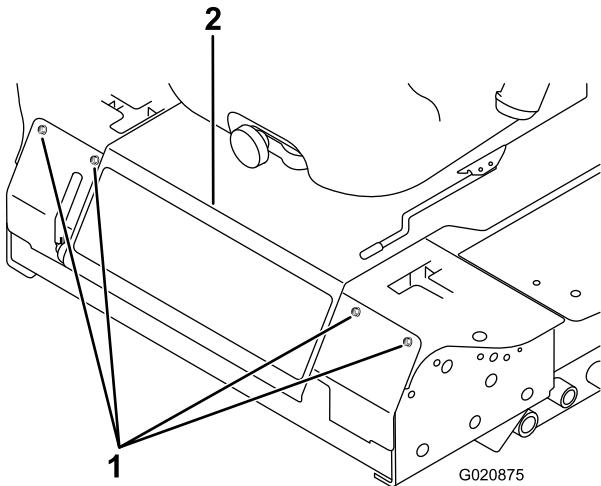

Figure 53
2. Retirez les boulons de fixation du panneau avant et déposez le panneau (Figure 53).